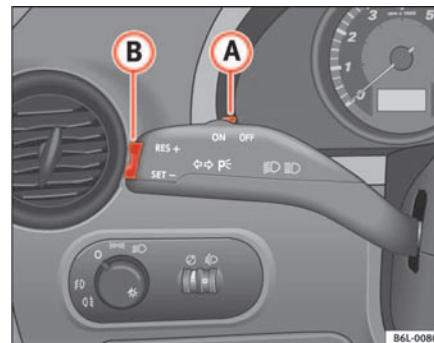

Fig. 100 Levier des clignotants et de l'inverseur-codes : commandes du régulateur de vitesse
- Déplacez la commande ⇒ fig. 100 **B** vers la gauche pour la régler sur **ON**.